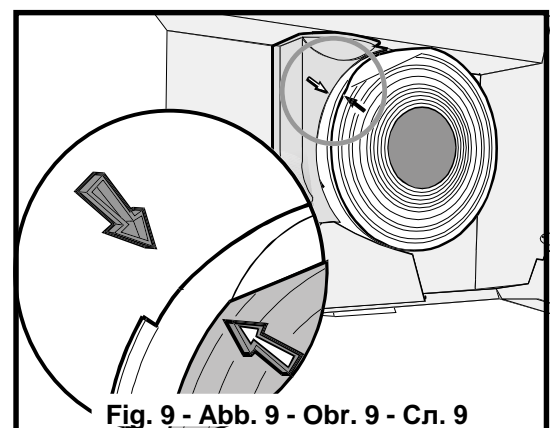

Fig. 9 - Abb. 9 - Obr. 9 - Сл. 9
- c) **Falls die Filter noch nicht eingebaut sind**, Den Kohlefilter über dem Motorläufer-Schutzgitter einsetzen. Die Plastikmarkierung am Kohlefilter auf die Markierung am Leitblech ausrichten und im Uhrzeigersinn bis zur Blockierung drehen. (Abb. 9).